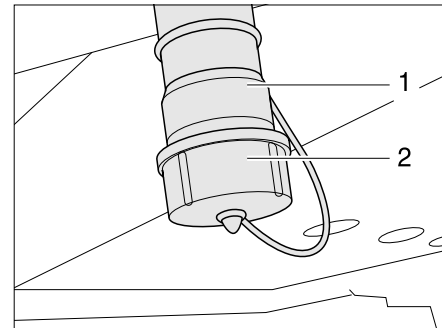

Bild 156 Abwasser-Ablaufstutzen
Eine Abdeckkappe (Bild 156,2) verschließt den Abwasser-Ablaufstutzen (Bild 156,1).
An den Abwasser-Ablaufstutzen (Bild 156,1) kann eine Schlauchleitung angeschlossen werden.
- Abdeckkappe (Bild 156,2) am Abwasser-Ablaufstutzen (Bild 156,1) durch eine viertel Drehung im Uhrzeigersinn entriegeln und abnehmen.